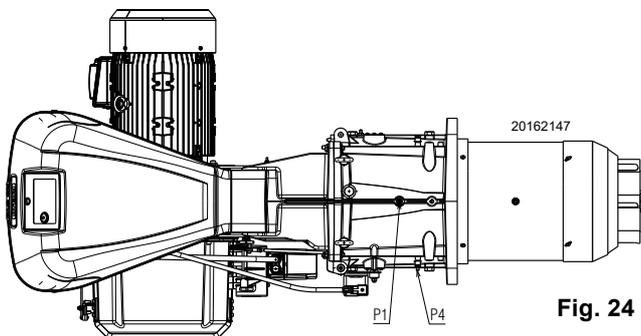

Fig. 24
Presión del gas medida en la toma P1) (Fig. 24), con:
- restar de la presión del gas en la toma P1) (Fig. 24) la presión en la cámara de combustión.
Presión del gas en la toma P1) (Fig. 24) = 27,6 mbar
En cambio para conocer la presión del gas que se necesita en el conector hembra P1) (Fig. 24), una vez fijada la potencia MÁX a la cual se desea que funcione el quemador:
- Leer a la derecha, columna 1, la presión en la toma P1) (Fig. 24).
presión necesaria en la toma P1) (Fig. 24).